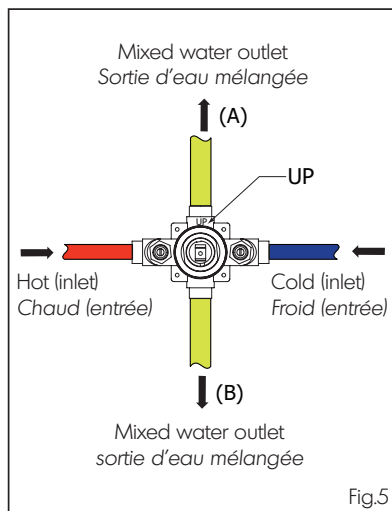

Fig.5
Connect the hot and cold water inlets and the mixed water outlets. The hot water inlet must always be connected on the left side of the valve and the cold water inlet on the right (Fig.5). **This valve is fitted with 2 mixed water outlets (A and B). Seal the (B) outlet if not used.**
Raccorder les tuyaux d'alimentation en eau chaude et froide de la valve ainsi que les sorties pour la distribution en eau mélangée. L'eau chaude doit toujours être raccordée à la gauche de la valve et l'eau froide à sa droite (Fig.5). **Cette valve possède 2 sorties (A et B) pour l'eau mélangée. S'assurer de bien sceller la sortie (B) si elle n'est pas utilisée.**